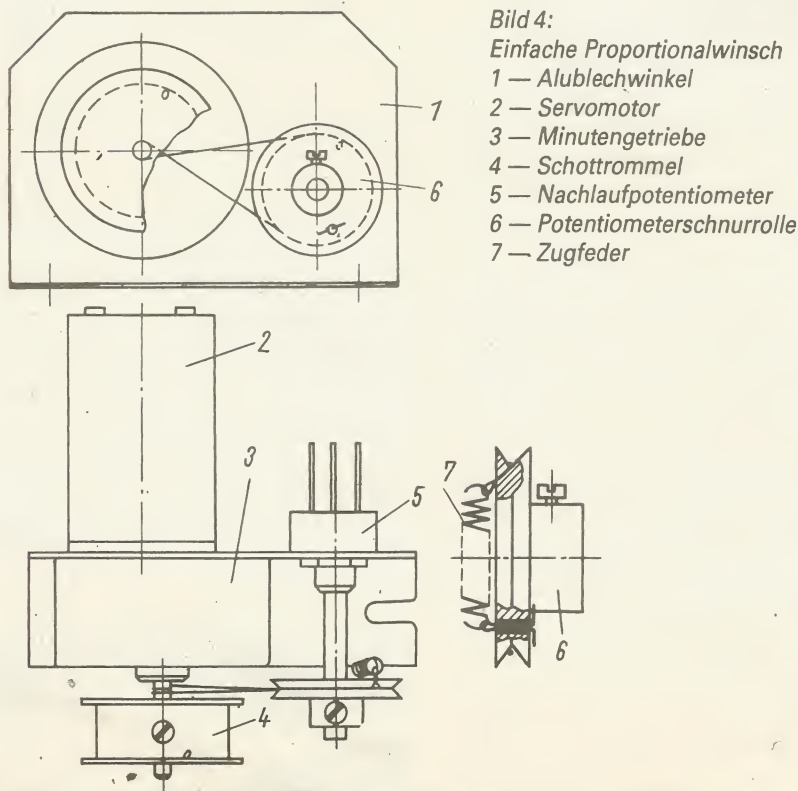

Bild 4:
Bild 4 zeigt das Beispiel einer simpel anmutenden Proportionalsegelwinde, die gerade deshalb für den Selbstbau gedacht ist. Zusammen mit der Anschaltung über einen speziellen Schaltverstärker wird diese Maschine vom Autor erfolgreich eingesetzt.
Damit der einfache Seiltrieb trotz des beträchtlichen Durchmesserverhältnisses der Schnurlaufrollen einwandfrei funktioniert, muß der Verbindungsfaden (z. B. Sternzwirn oder Dederonangel-schnur, 0,3 bis 0,4 mm Durchmesser) so eingelegt werden, wie Bild 4 zeigt. Durch den künstlich vergrößerten² Umschlingungsgrad auf der Abtriebswelle und durch die Wirkung der Zugfeder (7) an der Potentiometerschnurlaufrolle erreicht man eine nahezu schlupf- und spielfreie Unterse-